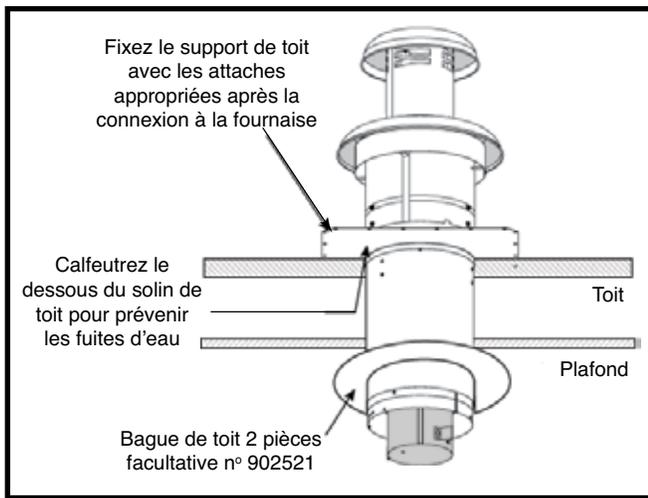
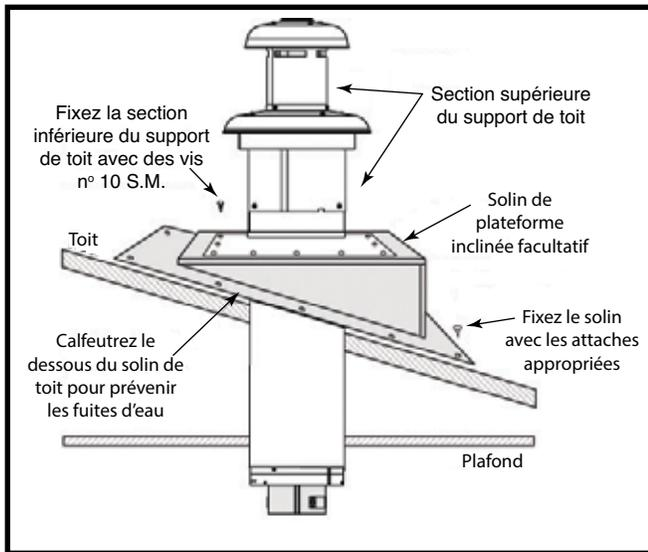

Figure 21. Toit plat
Figure 22. Toit incliné
1. Appliquez un produit de calfeutrage sous le solin du toit pour former une bande continue d'au moins 3/8 po de largeur sous le périmètre du solin. Pour un toit plat, consultez la Figure 21 ou la Figure 22 \(page 12\) si le toit est incliné.